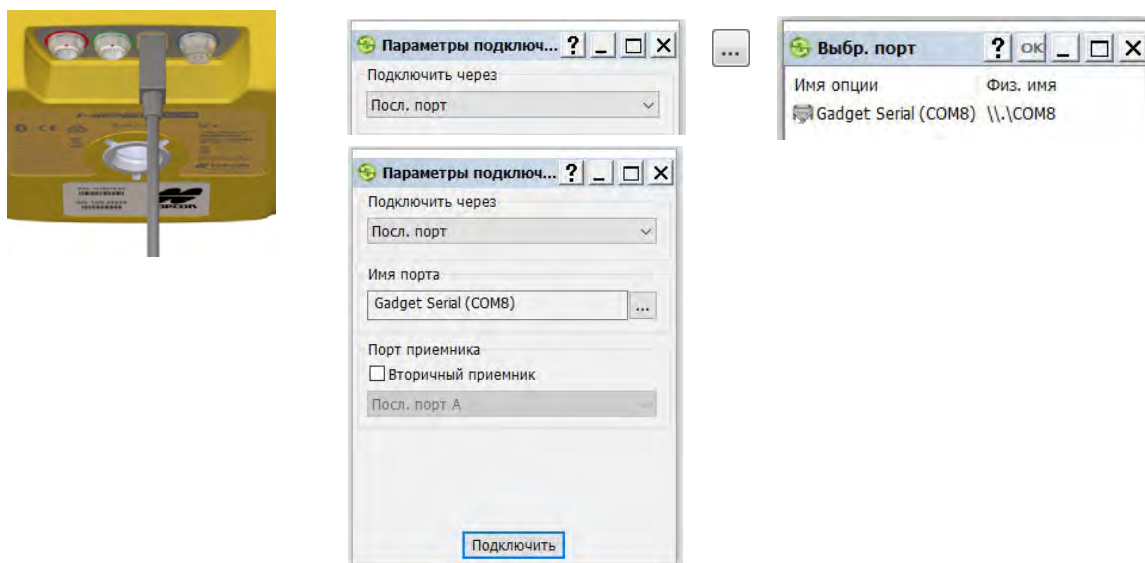

Рисунок 5-2: Окно Параметры подключения/Выбор порта
7. Кликните кнопку  Появится окно **Выбр. порт** (Рисунок 5-2).